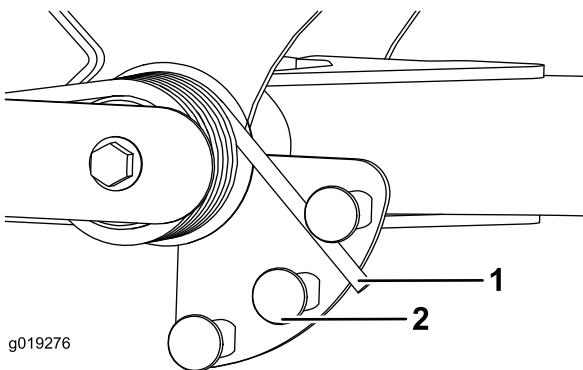

Figure 30
- Insérez un tube ou un objet similaire sir le ressort long et le faire pivoter autour de l'actionneur de ressort à la position voulue (Figure 30).